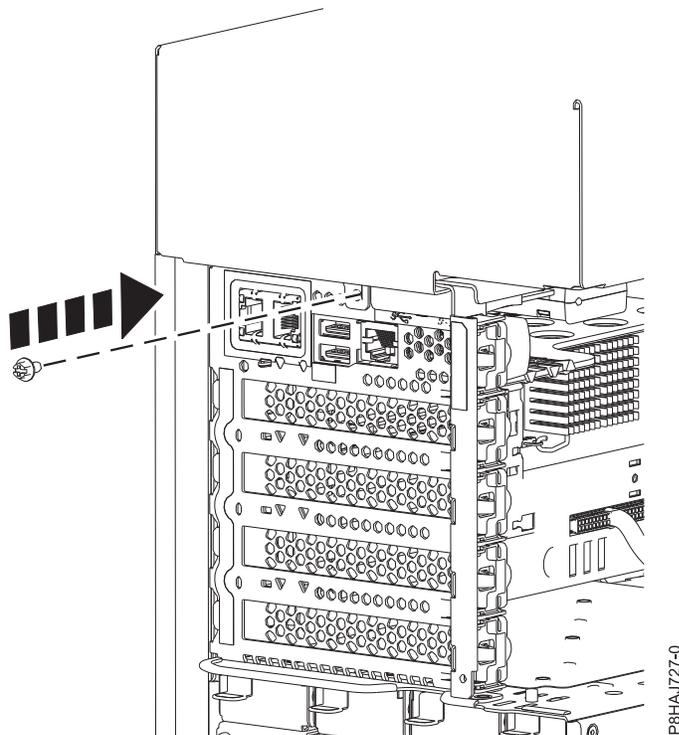

Figura 87. Instalar o parafuso da tampa lateral 8286-41A
5. Instalar o parafuso posterior da tampa lateral com uma chave de fendas Phillips, tal como é demonstrado em Figura 87 na página 114.